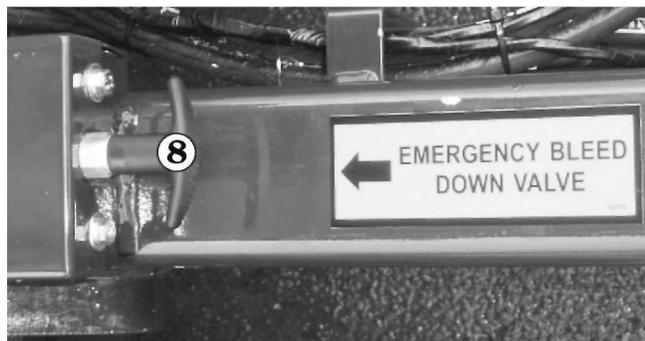

Abbildung 9.6 - Manuelle Steuerung der Druckentlastung
- Wenn sich die Plattform nicht absenkt, muss die Person am Boden die manuelle Druckentlastung ⑧ (siehe Abbildung 9.6) an der Vorderseite des Fahrwerks verwenden. Zum Absenken der Plattform ziehen Sie den Hebel so lange, ⑧ bis die Plattform vollständig eingefahren ist.